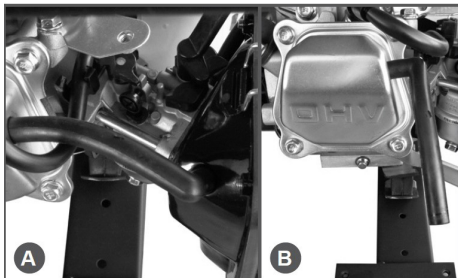

Рис. 11 Трубка сапуна
2. Отсоедините трубку сапуна (вентиляции картера) от крышки клапанов двигателя и корпуса воздушного фильтра (Рис. 11А).
цом в отверстие в крышке клапанов двигателя, а свободный длинный конец трубки направьте вниз (Рис. 11В). Отверстие в корпусе воздушного фильтра необходимо заглушить.